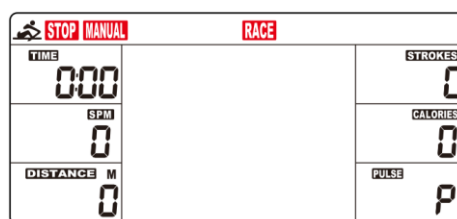

Fig. 2
- (1) El reloj parpadeará en el medidor. Pulse los botones UP (ARRIBA) o DOWN (ABAJO) para seleccionar la hora. Pulse ENTER (INGRESAR) para confirmar la selección. Pulse los botones UP (ARRIBA) o DOWN (ABAJO) para seleccionar el minuto. Pulse ENTER (INGRESAR) para confirmar.
- (2) El año parpadea en el indicador. Pulse los botones UP (ARRIBA) o DOWN (ABAJO) para seleccionar el año. Pulse ENTER (INGRESAR) para confirmar.
- (3) El mes parpadea en el indicador. Pulse los botones UP (ARRIBA) o DOWN (ABAJO) para seleccionar el mes. Pulse ENTER (INGRESAR) para confirmar.
- (4) El día parpadea en el medidor. Pulse los botones UP (ARRIBA) o DOWN (ABAJO) para seleccionar el día. Pulse ENTER (INGRESAR) para confirmar.
- (5) La alarma aparecerá en el medidor. Si desea ajustar una alarma, pulse los botones UP (ARRIBA) o DOWN (ABAJO) para activar/desactivar la alarma. Si la alarma está activada, pulse ENTER (INGRESAR), el despertador parpadeará. Pulse los botones UP (ARRIBA) o DOWN (ABAJO) para ajustar la alarma que desee.
- (6) Si no se ajusta ninguna alarma, pulse ENTER (INGRESAR), el medidor pasará a la pantalla SPORT (Fig. 2).